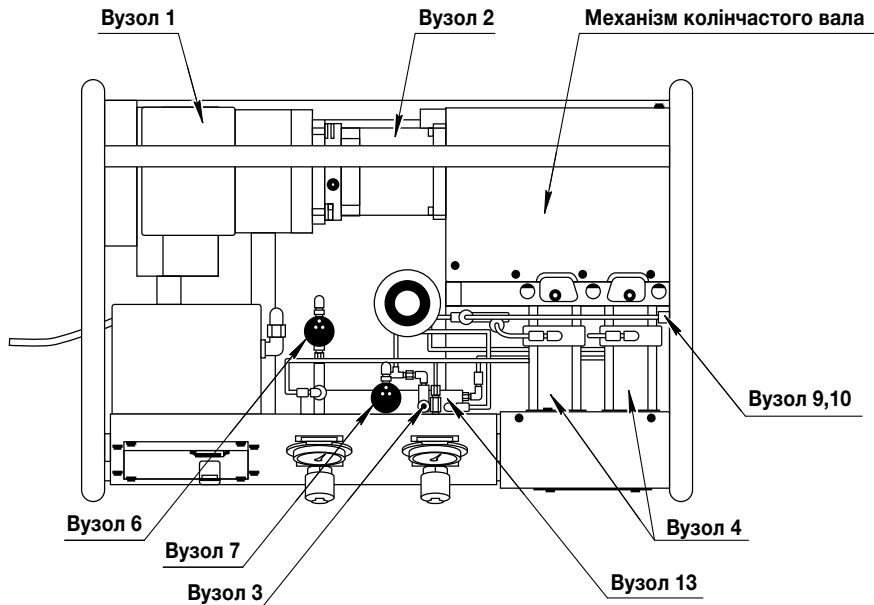

Рисунок 1. Вигляд зверху
3.3.3. Переконайтеся, що автоматичний кінцевий вимикач високого тиску на виході, вузол 7 (PS-2) (Рисунок 1), не перевищує максимального номінального тиску балона або ємності для випробувань.
3.3.11.3. Якщо кінцевий вимикач високого тиску 7 (PS-2), не спрацював або зіпсувався, запобіжний клапан 3 (RV-1) (Рисунок 1) у системі підвищення тиску газу автоматично скине тиск.